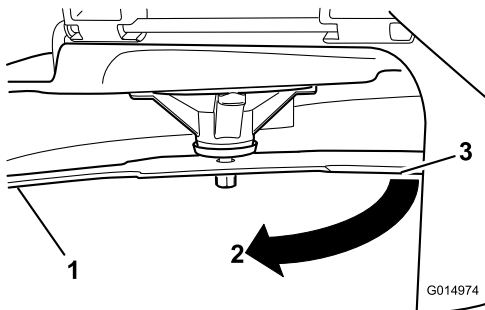

Figura 62
3. A doua distană măsurată dintre lamă i suprafaă (B)
4. Rotii aceeași lamă la 180 de grade, astfel încât marginea de tăiere opusă să se afle acum în aceeași poziie (Figura 62).